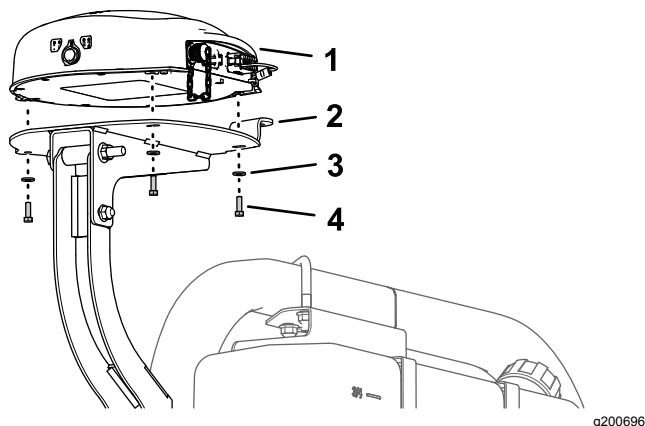

Рисунок 155
- Совместите три резьбовых отверстия в основании навигационного приемника с тремя отверстиями в креплении приемника (Рисунок 155).
- Установите приемник на крепление (Рисунок 155) при помощи трех болтов с шестигранными головками (5 x 16 мм) и трех шайб (5 мм).